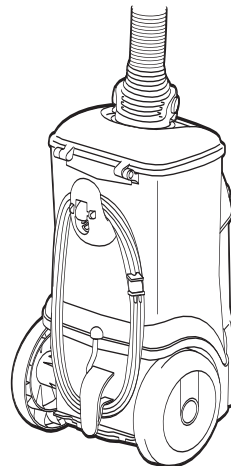

FIG. 5
**Step 5:** Wrap cord around cord hooks on the bottom of the canister and snap plug into place over cord (Fig. 5).
- Étape 5 :** Enroulez le cordon autour des crochets à cordon sur la partie inférieure du traîneau et pincez la fiche sur le cordon (Fig. 5).
- Paso 5:** Enrolle el cordón alrededor de los ganchos de la parte inferior del recipiente y fije el enchufe a presión en su sitio sobre el cordón (Fig. 5).